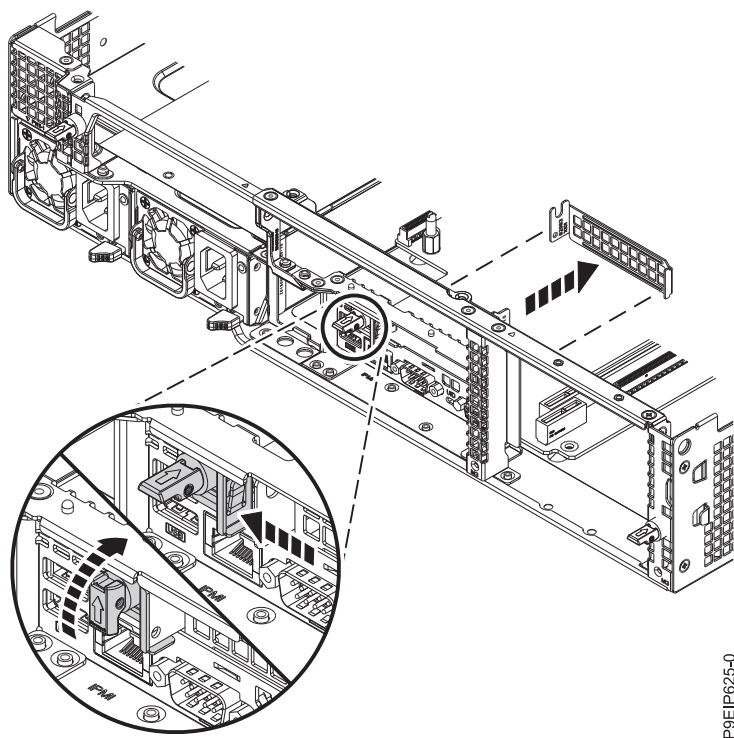

図 58. テール・ストックのリリース
- a. 保持ピンを引っ込み、保持ドアをスライドさせて開き、テール・ストックを解放します (97 ページの図 58 を参照)。